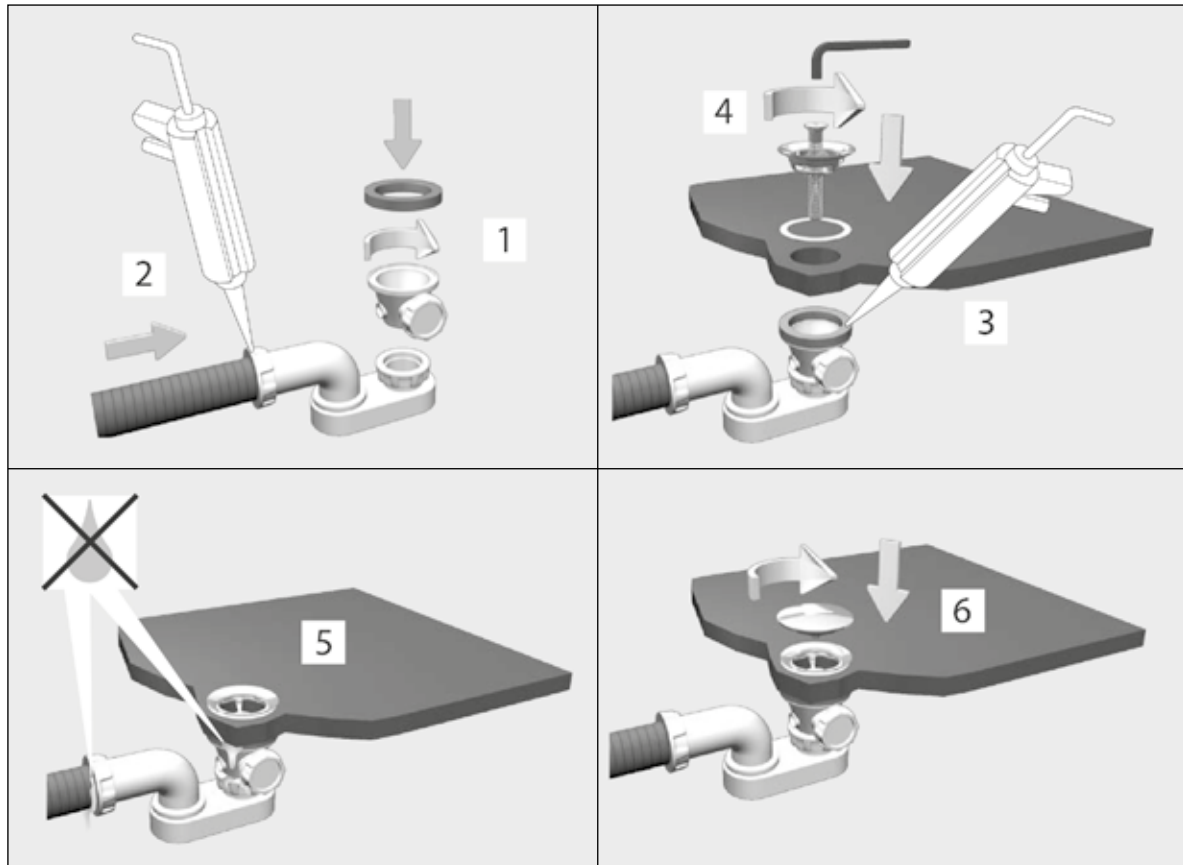

Fig.3
- Installer le kit d'écoulement sur la baignoire comme cela est indiqué en images (voir Fig. 3) et en respectant les instructions du fabricant du kit d'écoulement.